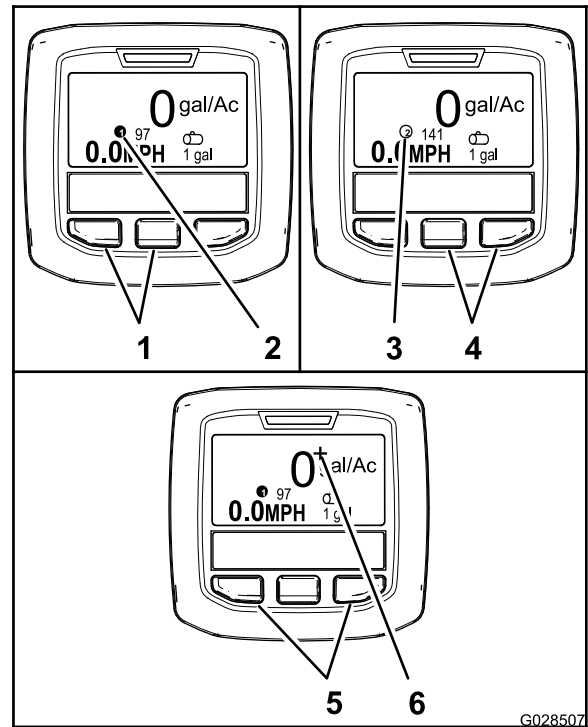

Figura 66
- Para seleccionar el caudal de aplicación 1, pulse los dos botones de la izquierda del InfoCenter (Figura 66).
- Para seleccionar el caudal de aplicación 2 (caudal de aplicación), pulse los dos botones de la derecha (Figura 66).
- Para aplicar temporalmente un aumento del caudal, mantenga pulsados los dos botones exteriores (Figura 66).